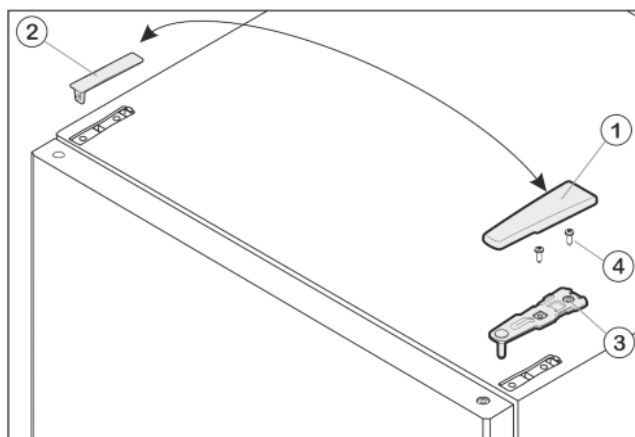

Fig. 7
- ▶ Изтеглете покритието Fig. 7 (1) напред и нагоре.
- ▶ Свалете покритието Fig. 7 (2).
- ▶ Развийте горната лагерна стойка Fig. 7 (3) с (2 x Torx® 25) Fig. 7 (4) и издърпайте нагоре.
- ▶ Поставете горната лагерна опора *Fig. 7 (3)* върху новата страна на шарнира във вратата.
- ▶ Завийте горната лагерна стойка **здрово (с 4 Nm)** (2 x Torx® 25) *Fig. 7 (4)*. Еventуално пробийте предварително отвори за винтовете или използвайте акумулаторна отвертка.
- ▶ Поставете покритието *Fig. 7 (1)* и покритието *Fig. 7 (2)* съответно върху противоположната страна отвън и ги фиксирайте.